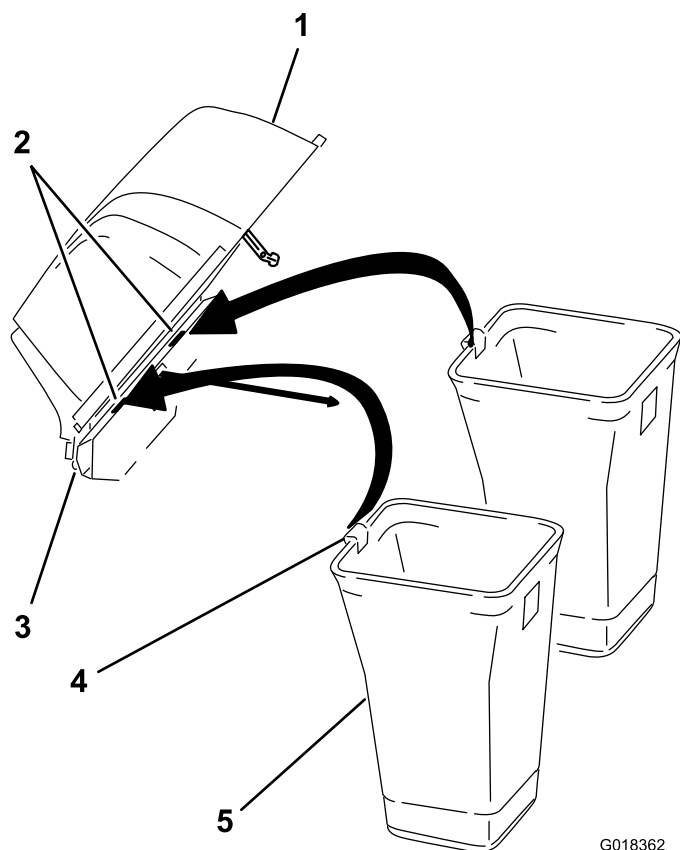

図 18
1. フードを上げ、ホッパーサポート上でノッチ付きバッグブラケットが見えるようにする 図 18。
2. バッグアセンブリの取り付けタブをノッチ付きバッグブラケットに合わせる 図 18。
3. バッグアセンブリのタブがノッチ付きブラケットに完全に着座するまでバッグを下げる 図 18。
4. もう1個のバッグについても同様にステップ 1 と 2 を行う 図 18。
5. バガーフードを下ろす 図 18。